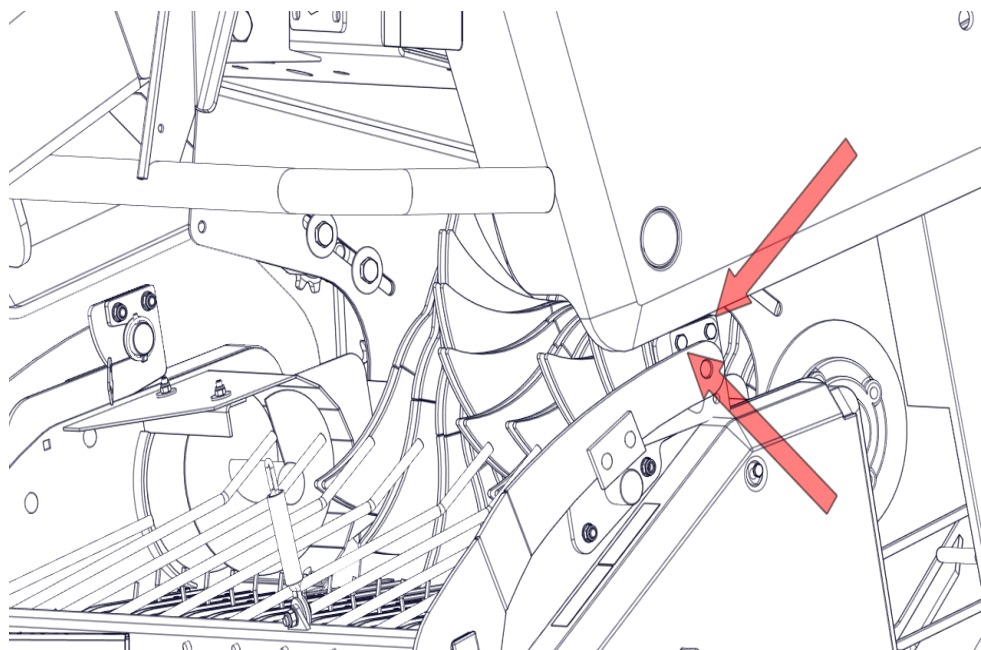

Рисунок 8. Демонтаж прижима покоса
- Удалить прижим покоса, чтобы удалить материал в передней части. Для этого ослабьте крепежные болты прижима покоса и снимите цепь (рис. 8);